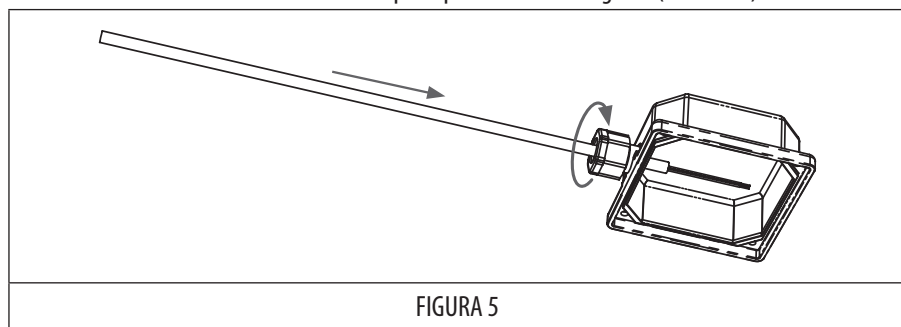

FIGURA 5
3. Passare il cavo di alimentazione per il pressacavo e stringerlo. (FIGURA 5)